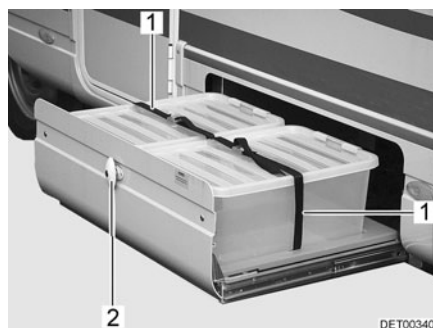

Fig. 47 Dispositivo de extracción para cajas
- Abrir la cerradura de la trampilla (Fig. 47,2) en la forma anteriormente descrita.
- Soltar las correas de sujeción (Fig. 47,1).